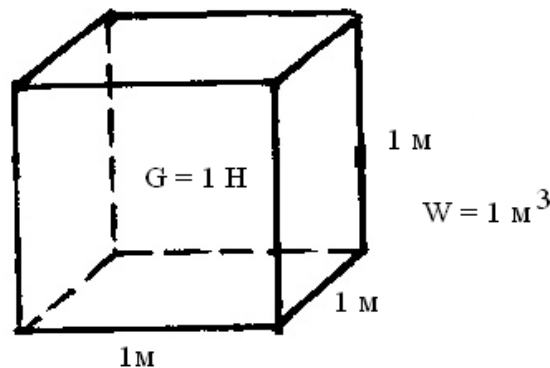

Рисунок 2.2 Схема питомої ваги речовини
*Питомою вагою (об'ємною вагою) рідини і газу називається відношення ваги речовини ( $G$ ) до одиниці об'єму  $W$  посудини в якій вони знаходяться (рис. 2.2)*